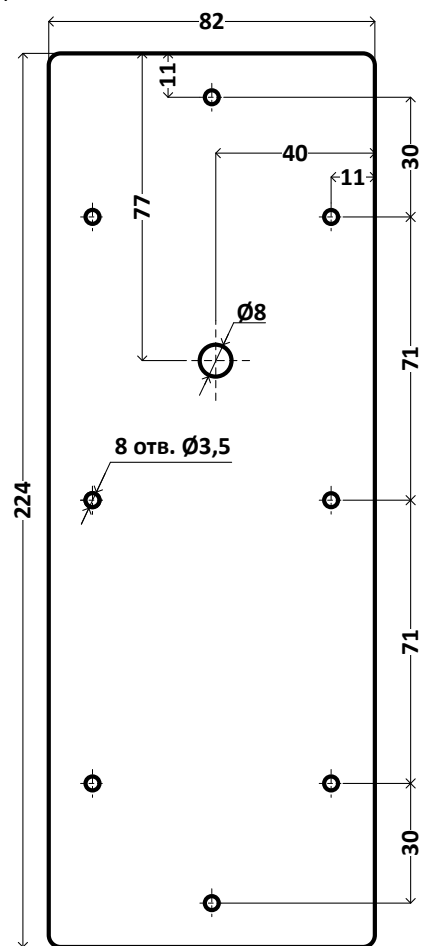

Рисунок 3. Монтажная рамка
2.1.1 После выбора места и ориентации (вертикальная или горизонтальная) для установки панели произвести разметку центров отверстий. Для этого удобно использовать отверстия в монтажной рамке (см. рис. 3), приложив её к месту установки панели.